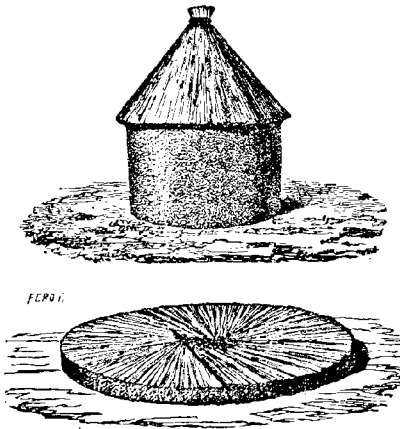

Figure 14.
3. Pour construire une moyette picarde, on commence par coucher, à l'endroit qu'on a choisi, et qui doit être un peu élevé, une javelle repliée sur elle-même, les épis en dessus. Cela fait, on place sur cette javelle, vers son milieu, une rangée d'autres javelles, que l'on sépare entre elles et que l'on dispose de façon que tous leurs épis soient exactement dirigés au centre (*fig. 14*). Sur cette première rangée, on en met une seconde, puis une troisième, et l'on continue ainsi jusqu'à ce que les parois extérieures de la meule aient une hauteur d'environ 1 mètre 30 centimètres.
en entonnoir, les épis en bas, et liée solidement près de son extrémité inférieure, ainsi que le montre la figure 14.